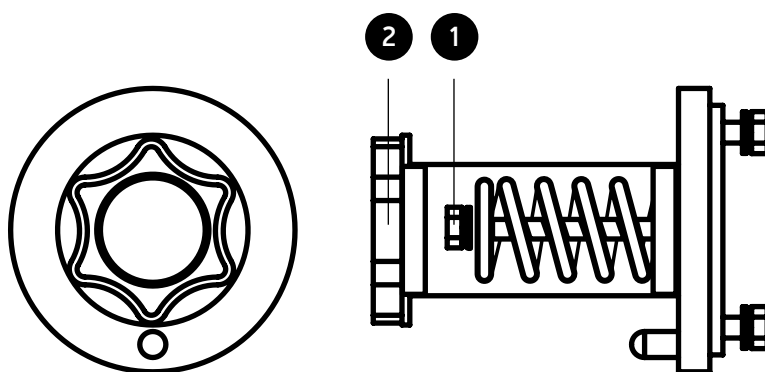

Рис. 4.15 Держатель катушки
- отвернуть заглушку-фиксатор втулки поз.2 (рис.4.15);
- затянуть регулировочный винт поз.1 (рис.4.15) для увеличения усилия торможения или ослабить его для уменьшения усилия;